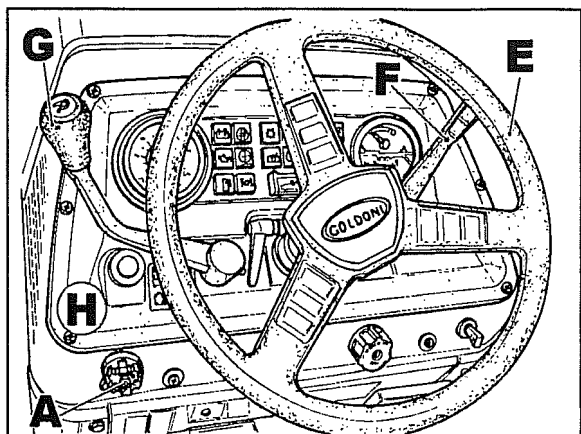
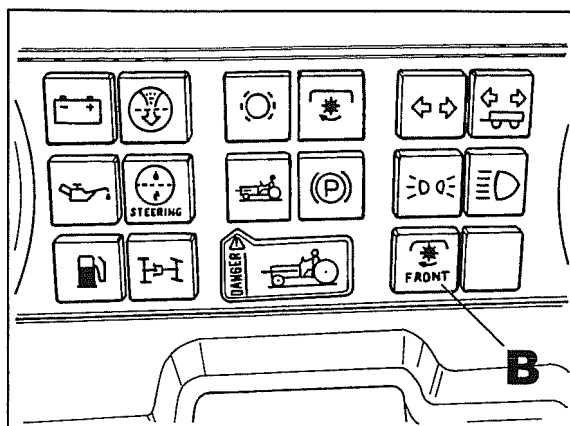
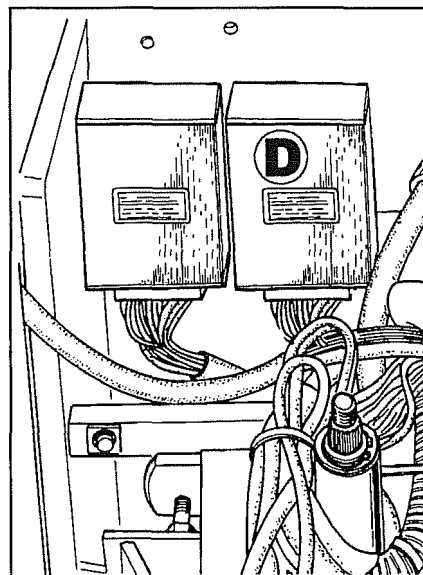

Fig. 1.1
Fig. 2.1
Fig. 4
Pulsar el interruptor **A** fig. 1.1 y girarlo hacia la derecha, el testigo **B** fig. 2.1 del salpicadero, inicialmente parpadeará indicando la fase de conexión progresiva que permite la central. Una vez completado el acoplamiento el testigo se encenderá en modo fijo.
Eventualmente si no se produce la conexión, pulsar el interruptor **A** fig. 1.1 para que vuelva a su posición original, poner el motor a un régimen de revoluciones más elevado, luego repetir las operaciones descriptas.
Si el valor en lugar de 12 V resultara inferior o nulo, es preciso buscar la avería: en el cableado, en la masa, en el interruptor **A** fig. 1.1 o en la central **D** fig. 4.
2.2 Quitar el volante E fig. 1.1, la palanca acelerador de mano F, la palanca reductor-inversor G luego quitar el salpicadero H.